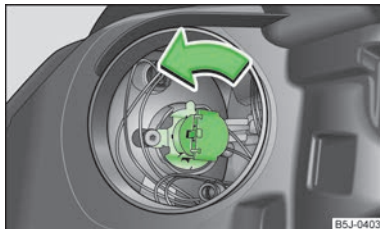

Fig. 149
- Girar el conector con la bombilla hasta la tope **en el sentido contrario al de las agujas del reloj** y retirarlo » fig. 149.